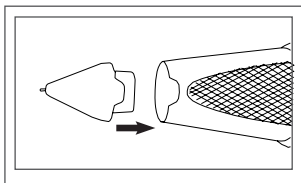
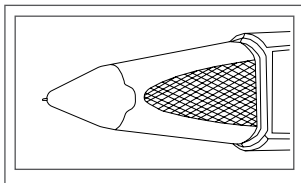

Abb. 1.08
Abb. 1.09
2. Um eine neue Magnetspitze einzusetzen, positionieren Sie die Magnetspitze wie in **Abb. 1.08** gezeigt und schieben Sie sie in das Hauptgehäuse, um sie magnetisch zu befestigen, wie in **Abb. 1.09** gezeigt.